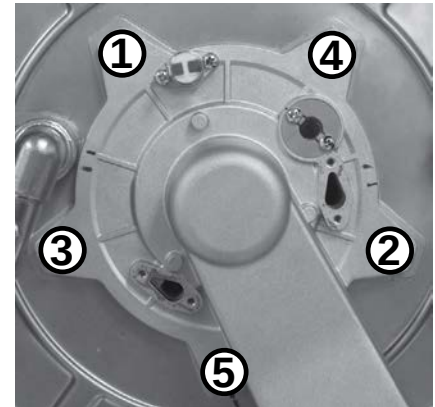

Figura 119 - Retire las tuercas hexagonales de la puerta del quemador.
16 Ubique las cinco (5) tuercas hexagonales que fijan el conjunto de puerta del quemador al intercambiador de calor, como se muestra en la Figura 119. Use un cubo hexagonal de 10 mm para retirar las tuercas hexagonales. Deje las tuercas hexagonales a un lado en un lugar seguro para volver a instalarlas.
AVISO: Se DEBE seguir el patrón de estrella en la Figura 119 arriba durante la reinstalación de los tornillos del conjunto de puerta del quemador.
- 29** Instale el conjunto de puerta del quemador sobre los pernos en el intercambiador de calor. Ubique las cinco (5) tuercas hexagonales que se retiraron anteriormente en el **Paso 16**. Apriete las tuercas hexagonales con la mano, luego use un cubo hexagonal de 10 mm para apretar cada tuerca en un patrón de estrella, según lo indican los números (1 a 5) junto a los orificios de los pernos. Apriete las tuercas hexagonales a 7.4 pies-lb (10 Nm). Consulte la Figura 119 como referencia.